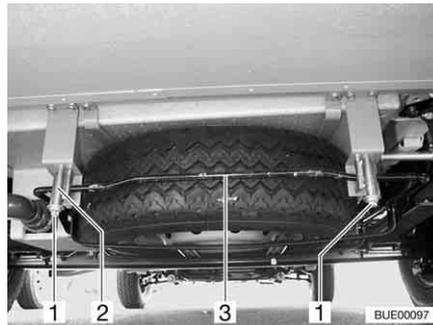

Fig. 283 Système de maintien de la roue de secours (panier)
- Desserrer les écrous (Fig. 283,1) des crochets arrière droit et gauche (Fig. 283,2) du système de maintien de la roue de secours.
- Pousser légèrement le tenon (Fig. 283,3) vers le haut. Tirer simultanément le crochet vers le bas et décrocher le tenon.